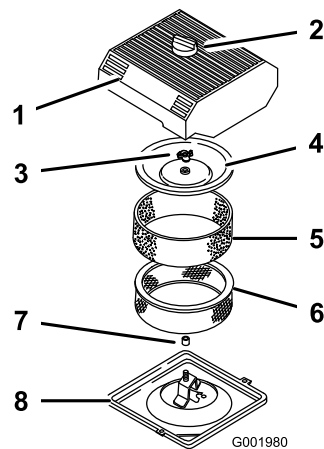

Bild 39
3. Reinigen Sie den Bereich um den Luftfilter herum, um zu verhindern, dass Schmutz in den Motor fällt und Schäden verursacht (Bild 39).
4. Lösen Sie das Handrad an der Luftfilterabdeckung und nehmen Sie die Abdeckung ab (Bild 39).
5. Schieben Sie den Schaumeinsatz vorsichtig vom Papiereinsatz (Bild 39).
6. Schrauben Sie die Abdeckungsmutter ab und nehmen Sie die Abdeckung und den Papiereinsatz ab (Bild 39).
1. Schieben Sie das Schaumelement vorsichtig auf das Papierluftfilterelement (Bild 39).
3. Schrauben Sie die Abdeckungsmutter mit der Hand auf der Abdeckung fest (Bild 39).
4. Montieren Sie die Luftfilterabdeckung und das Handrad (Bild 39).